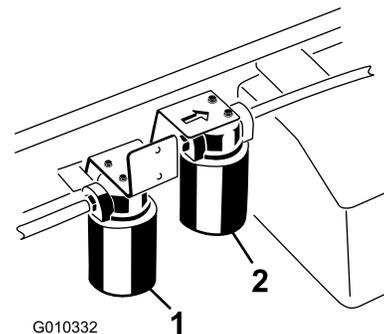

Figura 72
5. Collocate una bacinella di spurgo sotto il filtro, e togliete il filtro (Figura 72).
4. Pulite la superficie circostante il filtro ad alto flusso (Figura 72).